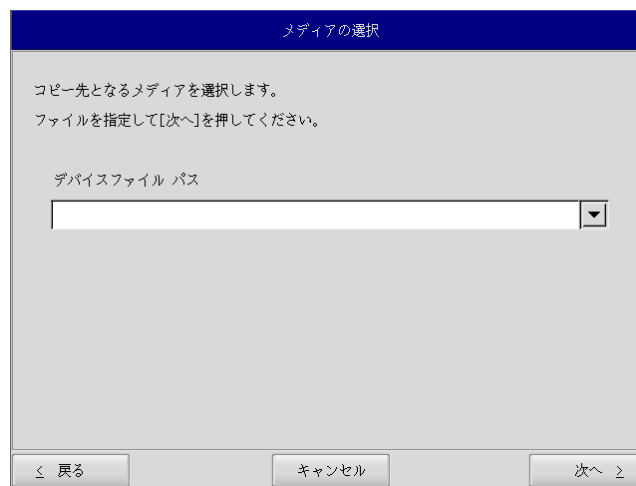

図 5-2-2. メディア選択画面
- ⑤ メディアの選択画面 (図 5-2-2) が表示されます。コピー先となるメディアを選択し、「次へ」ボタンを押します。